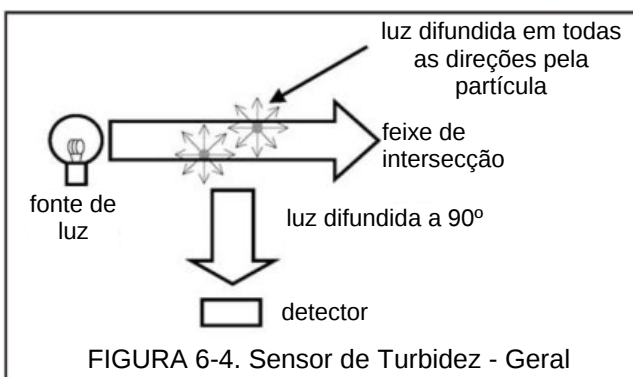

FIGURA 6-4. Sensor de Turbidez - Geral
1. **TURBIDITY. Turbidity** ou Turbidez é a medição da quantidade de luz difundida por partículas em uma amostragem. A Figura 6-4 mostra como a turbidez é medida. Um feixe de luz passa através de uma amostra contendo partículas suspensas. As partículas interagem com a luz e difundem-na em todas as direções. Embora a figura ao lado passe a idéia de que a difusão da luz é igual em todas as direções, isto normalmente não ocorre. Quando as partículas forem maiores que aproximadamente 1/10 do comprimento de onda da luz, a difusão da luz será altamente direcional. Um detector então irá medir a intensidade da luz difundida.